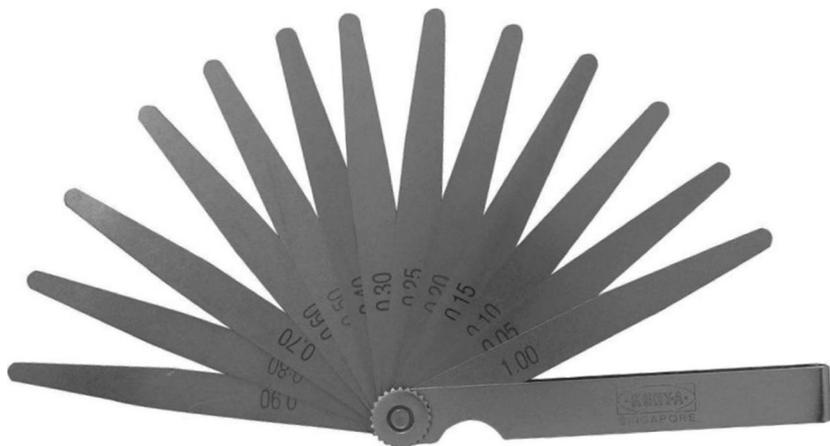

图 1-13 厚薄规
(3) 厚薄规：由若干片不同厚度薄钢片制成的规片（尺）组成。厚薄规主要用来检查两结合面之间的缝隙，所以也称为“塞尺”或“缝尺”。在每片规片上都标注有其厚度为多少毫米，如图 1-13 所示。